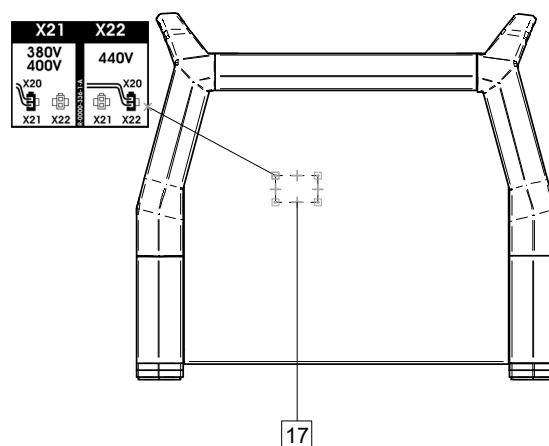

Figura 3
- Colocar a ficha X20 (ver a Figura 3) na posição correta: